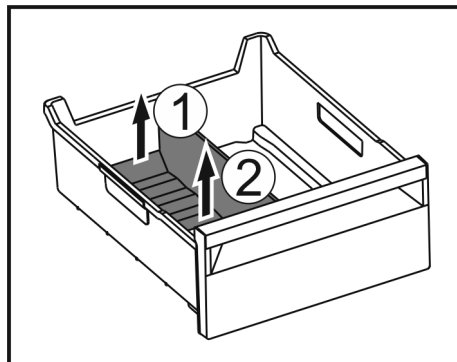

Fig. 175
- ▶ Emelje meg a jégrekesz-elválasztó hátsó részét. Fig. 175 (1)
- ▶ Vegye ki a jégrekesz-elválasztót felfelé. Fig. 175 (2)